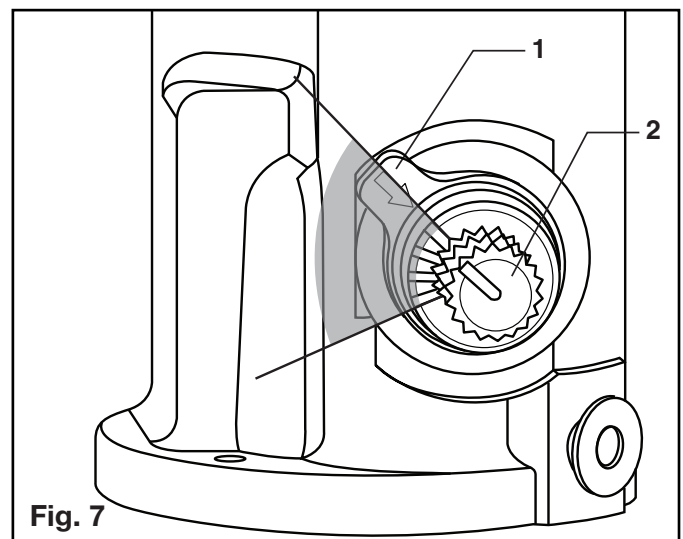

Fig. 7
1. Retire el TORNILLO DE LA TAPA (1).
2. Retire la TAPA (15).
3. Desconecte el CONECTOR NEGRO DE SUMINISTRO DE ELECTRICIDAD (7) y vuelva a conectar. Fig. 7.
4. Mientras el LED DE CONTROL DEL SENSOR (9) esté brillando de manera intermitente y lenta, coloque la mano a 1 a 2 pulgadas (25,4-50,8 mm) delante del sensor.
6. Una vez que el LED DE CONTROL DEL SENSOR (9) empiece a brillar de manera intermitente otra vez, retire la mano de la zona de detección. Cuando deje de brillar, la distancia de detección ya estará establecida.
7. Vuelva a ensamblar la TAPA (15) y fíjela usando el TORNILLO DE LA TAPA (1).
### **D** AJUSTAR EL CIERRE DE LÍMITE DE AGUA CALIENTE; Fig. 7, 9